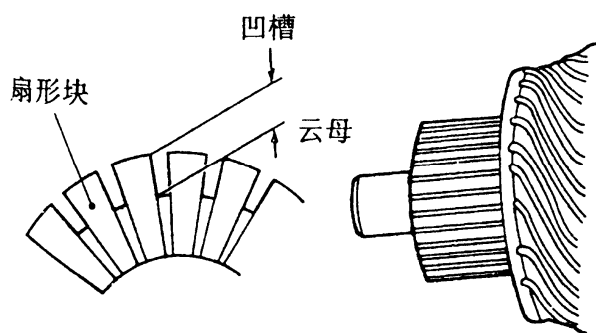

图 9-17
③检查两个扇形块之间的凹槽的深度（见图 9-17）。标准值：0.5mm 极限值：0.2mm